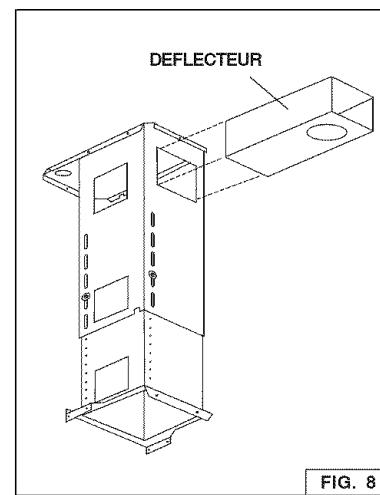

FIG. 8
1. Enfiler le déflecteur d'air dans la structure de support. Fig. 8.